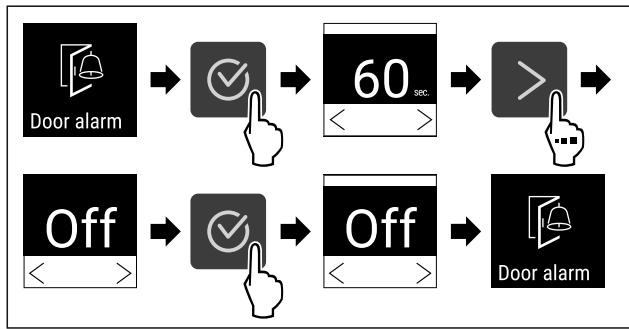

Fig. 142
- ▶ Εκτελέστε τα βήματα ενεργειών (βλέπε Fig. 142) .